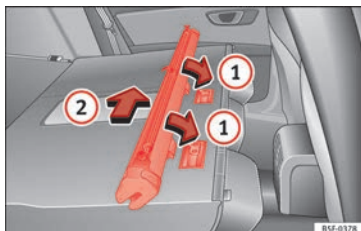

Fig. 126 Montar la red de separación en los respaldos del asiento trasero.
- Coloque la carcasa de la red en los rebajes de los carriles de sujeción en el sentido de las flechas » **fig. 126** (1).
- Empuje la carcasa hacia el lado izquierdo del vehículo en el sentido de la flecha » **fig. 126** (2) y hasta el tope.
- Tire de la carcasa de la red aproximadamente 5 cm en el sentido contrario de la flecha » **fig. 126** (2).
- Extraiga la carcasa de los carriles de sujeción tirando en el sentido contrario al de las flechas » **fig. 126** (1).